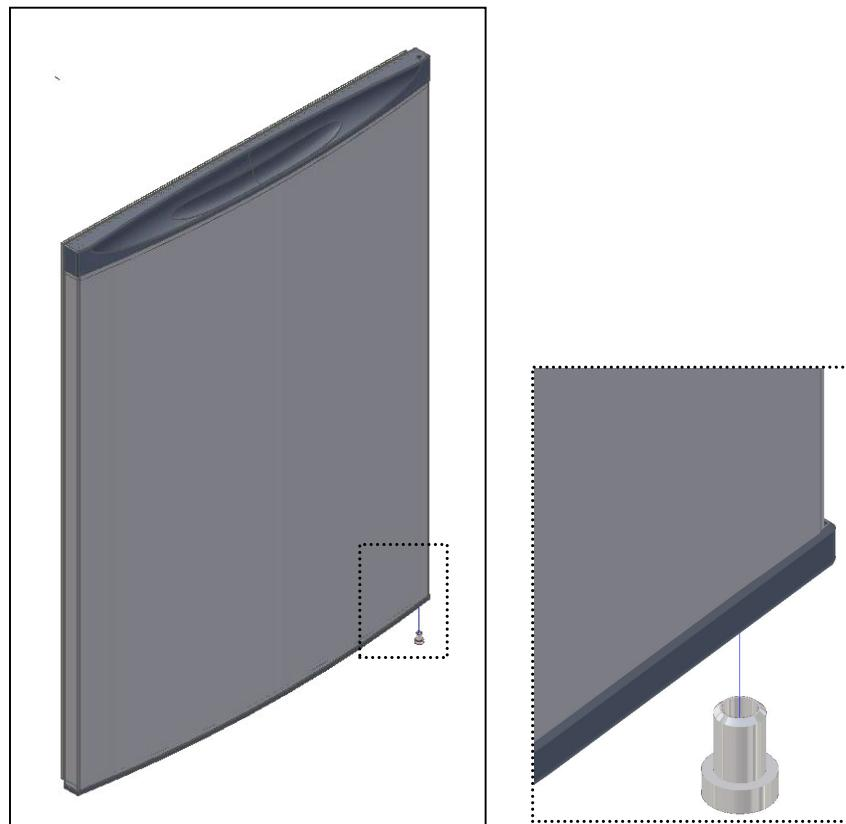

Fig. 8
- Placer **le manchon** dans la partie inférieure de la porte (fig. 8);